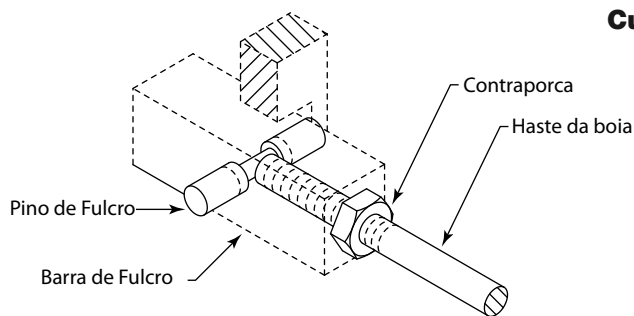

Figura 3
- Antes da instalação, monte a boia e a haste na unidade sensora. Veja a Figura 3.
2. Certifique-se de que a extremidade da haste da boia se ajusta completamente na ranhura do pino de fulcro conforme mostrado na Figura 3.